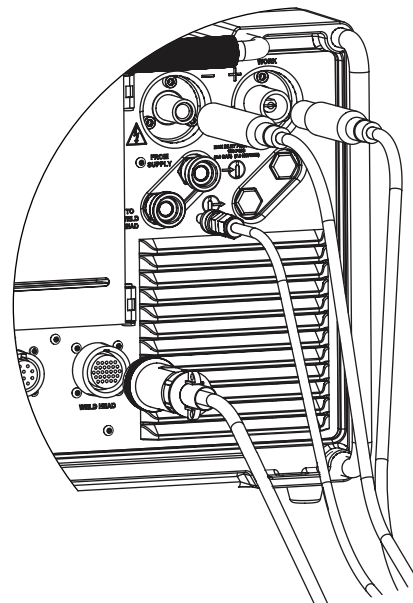

Рис. 8 — Подключение узла сварочной головки к источнику питания
1. Совместите насечку соединителя сварочной головки с небольшим выступом гнезда источника питания M200, с маркировкой WELD HEAD (СВАРОЧНАЯ ГОЛОВКА) (рис. 8) и вставьте соединитель. Зафиксируйте соединитель, повернув его по часовой стрелке. Когда соединение будет зафиксировано, раздастся щелчок. Данное соединение передает контрольные сигналы для перемещения сварочной головки.